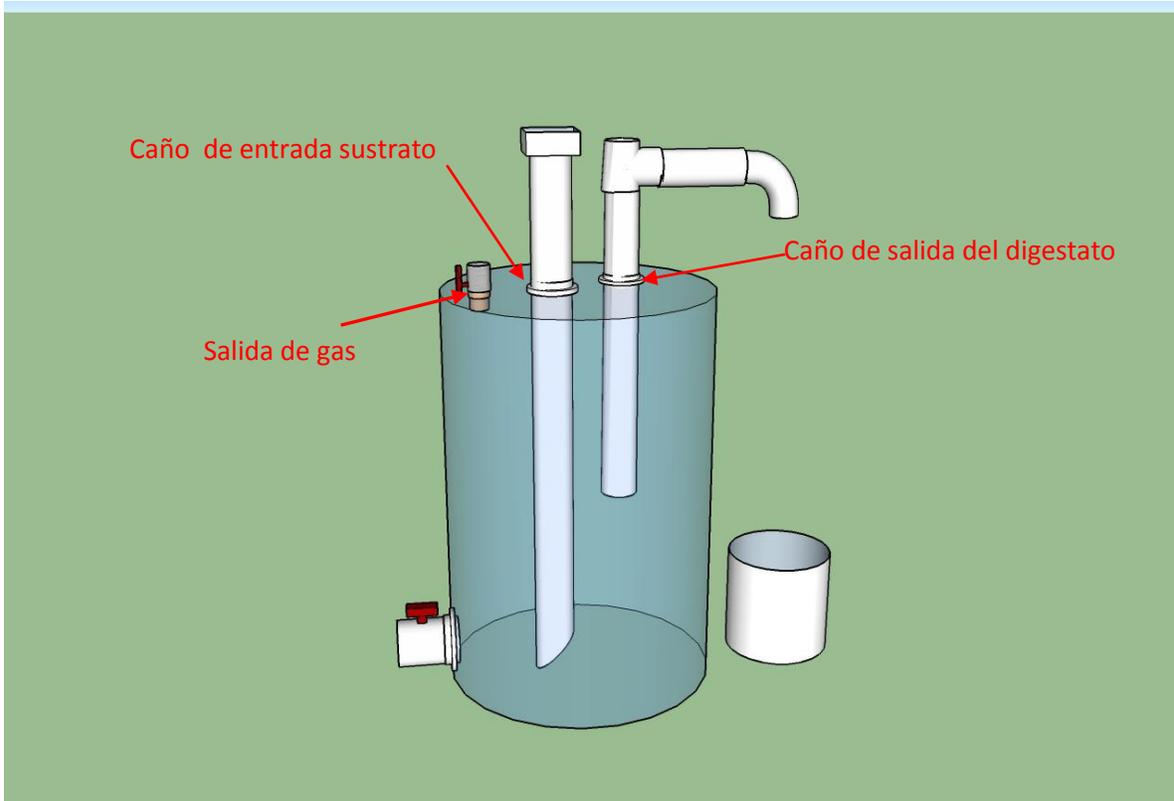

Imagen 2 Conexiones y orificios
a) Realizar dos agujeros de 60 mm de diámetro cada uno en la parte superior del tanque, tal como se muestra en la Imagen 2. Utilizar una mecha copa de la medida especificada. Estos orificios servirán de entrada para la colocación de los caños de PVC de alimentación y salida del digestato.
c) En el orificio para salida de gas (ver Imagen 2) deben colocarse una válvula de paso esférica metálica de $\frac{1}{2}$ " de diámetro, acoplada mediante unión roscada a un niple de bronce del mismo diámetro. Utilizar sellador o teflón entre los accesorios para evitar filtraciones.